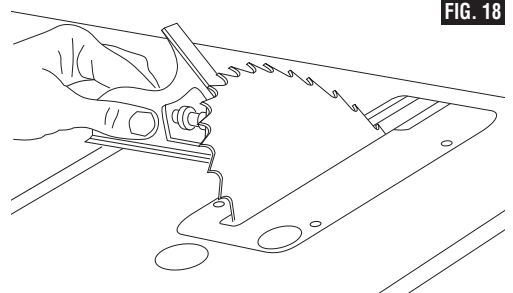

FIG. 18
7. Coloque una escuadra de combinación sobre la mesa con un extremo de la escuadra contra la hoja, de la manera que se muestra en la ilustración (Fig. 18) y compruebe si la hoja está a 45 grados respecto a la mesa. Si la hoja no está a 45 grados respecto a la mesa, afloje el mango de fijación de la inclinación de la hoja **1**, afloje el tornillo de ajuste de 45 grados **8**, afloje la leva del tope de bisel de 45 grados **9** y empuje la rueda de elevación hasta que la hoja esté a 45 grados respecto a la mesa.